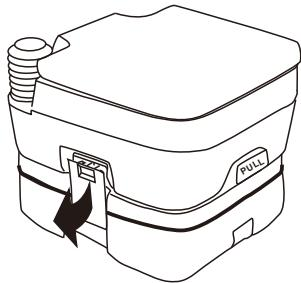

Figura 8
- Assicurarsi che la guida sia completamente inserita prima di separare i rifiuti serbatoio di contenimento e quindi rilasciare i fermi su entrambi i lati, tenere il serbatoio di raccolta dell'acqua dolce con entrambe le mani e spostarlo da sopra il serbatoio di scarico. Non smontare la valvola a cassetto. (Figura 8)